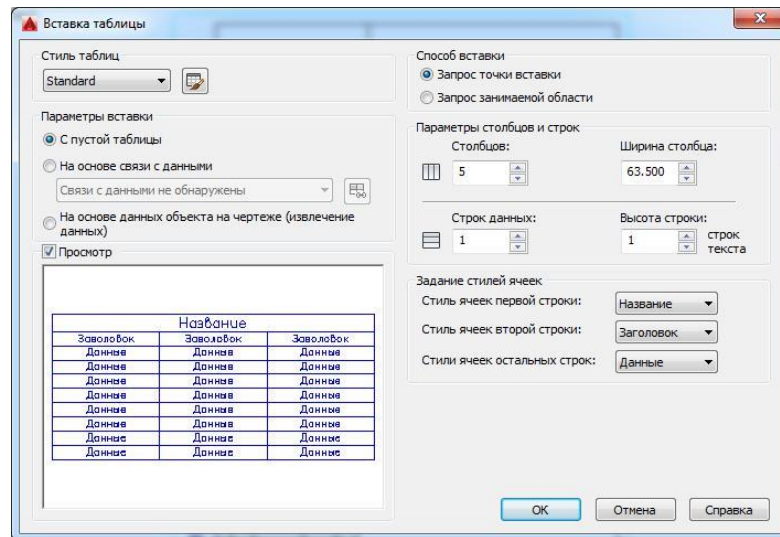

Рис. 8.
4. Вызовите из меню *Рисование* □ *Таблица...* или с панели инструментов кнопка . Откроется окно Вставка таблицы (рис. 8).